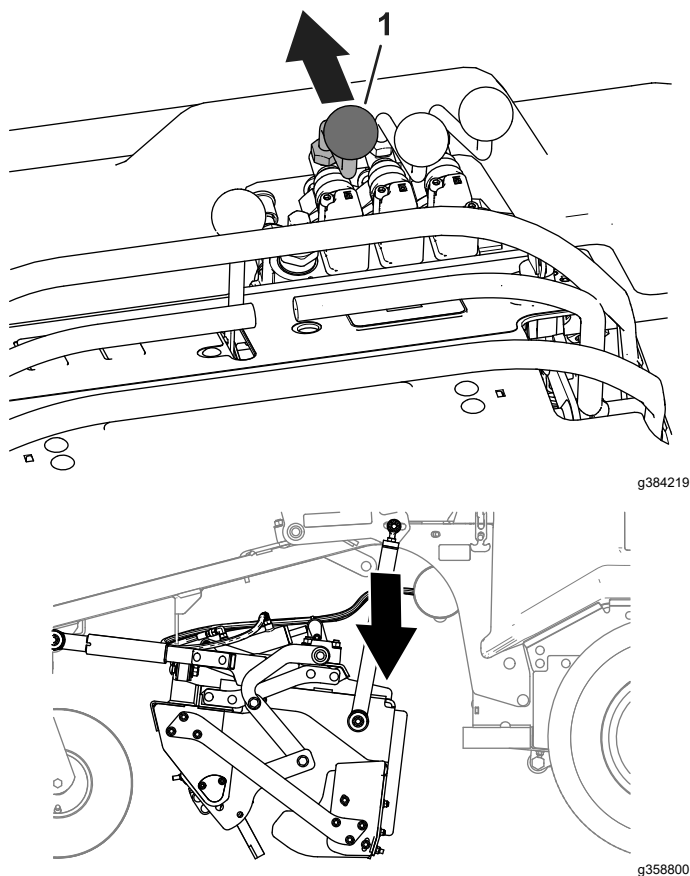

**Figure 31**
3. Moteur en marche, tirez la commande de levage de l'accessoire ventral en arrière pour lever l'accessoire (Figure 31).